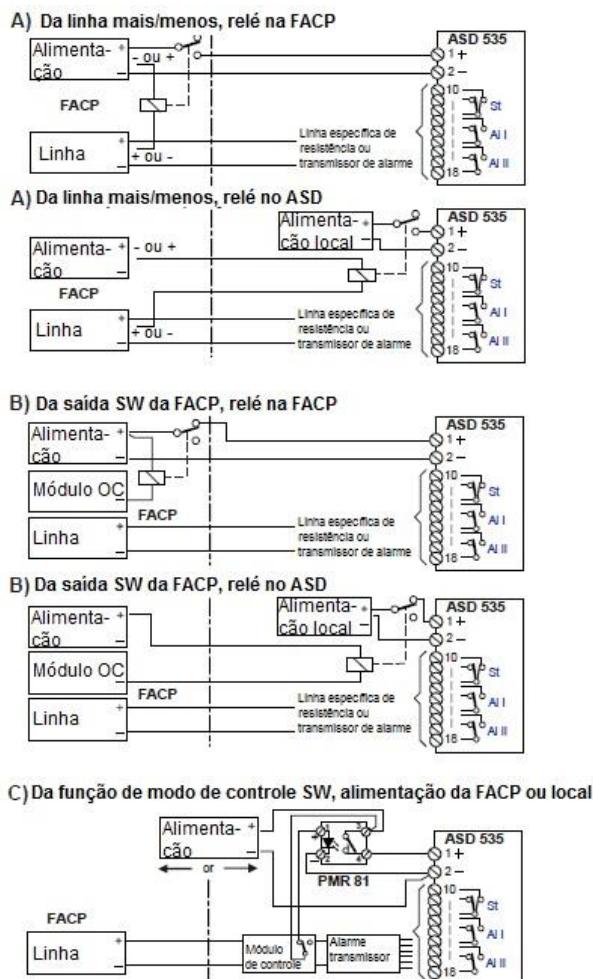

Fig. 21 Controle através de alimentação com relé
O relé auxiliar pode ser acionado das seguintes formas (ver Fig. 21.):
- Os elementos de proteção EMC na entrada do ASD eletrônico causam um breve pico de corrente (5A/1ms). Ao usar relés auxiliares com carga de contato máx. de 1A, isso pode levar à perda de contato do relé. Por esta razão, os relés auxiliares, com carga de contato maior que **1A** deve ser **sempre** usado, eg. PMR 81 relé semi-condutor (ver Fig. 21 C)).